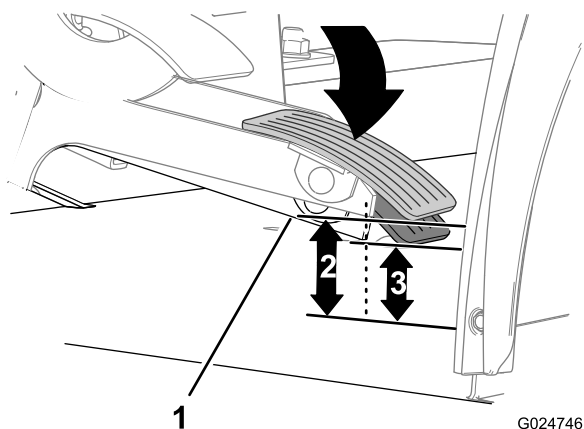

Figure 43
1. Lorsque la pédale d'accélérateur est relâchée, mesurez la distance qui sépare le coin inférieur arrière du bras de la pédale et le plancher (Figure 43).
2. Abaissez lentement la pédale d'accélérateur jusqu'à ce qu'il n'y ait plus de jeu entre la pédale et le câble d'accélérateur (Figure 43).
3. Tout en maintenant la pédale d'accélérateur en position pour supprimer le jeu, mesurez la distance entre le coin inférieur arrière du bras de la pédale et le plancher (Figure 43).